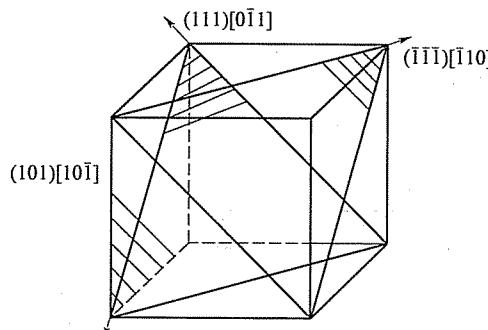

图 22-6 第四题第 1 小题解答图
(1) 如图 22-6 所示, 可作滑移面的为 $(\bar{1}\bar{1}\bar{1})$ 和 (111) , 滑移方向为 $[\bar{1}10]$ 和 $[0\bar{1}1]$, 它们可以构成两组滑移系。
(2) 若外力沿 $[001]$ 方向, 仅滑移系 $(111)[0\bar{1}1]$ 可以滑移, 其中